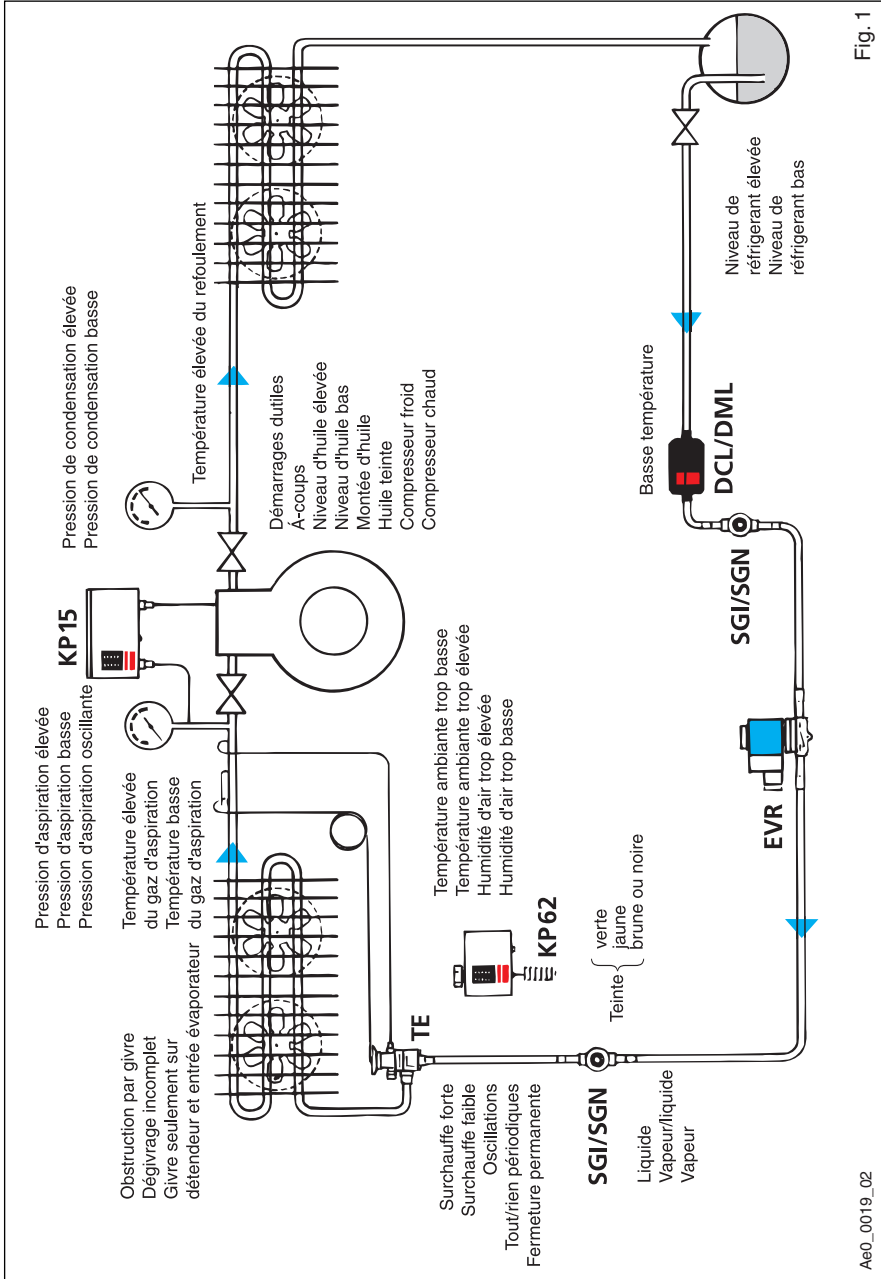
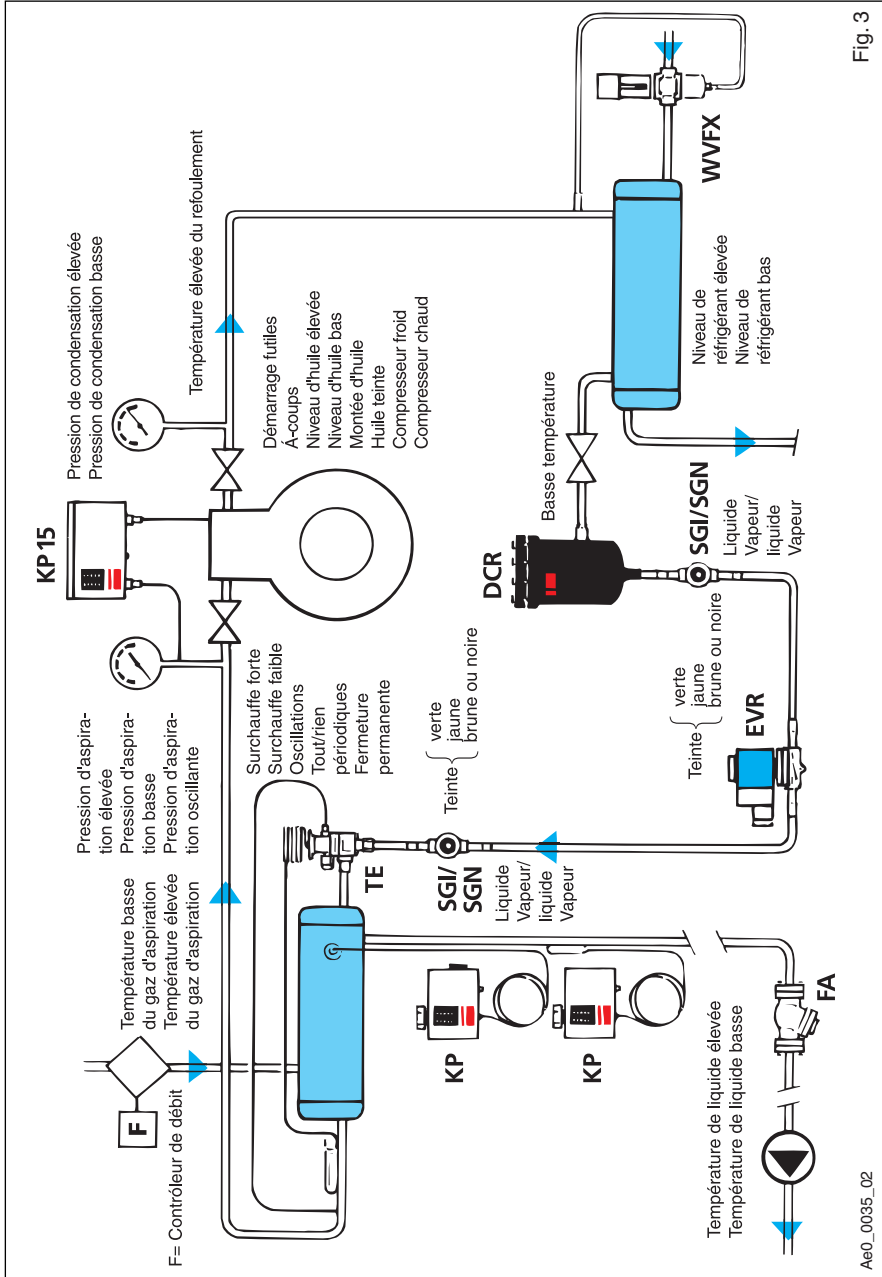

Fig. 1
Fig. 3
Pour l'étude des défauts présentés dans les deux parties du guide, nous utilisons les installations illustrées par les schémas fig. 1, 2 et 3. L'examen suit la tuyauterie dans le sens du processus et nous expliquons au fur et à mesure les symptômes probables. Nous partons de la sortie refoulement du compresseur et suivons les flèches.
**(Suivre les flèches des schémas fig. 1 et fig. 3 : voir p. 5/6)**